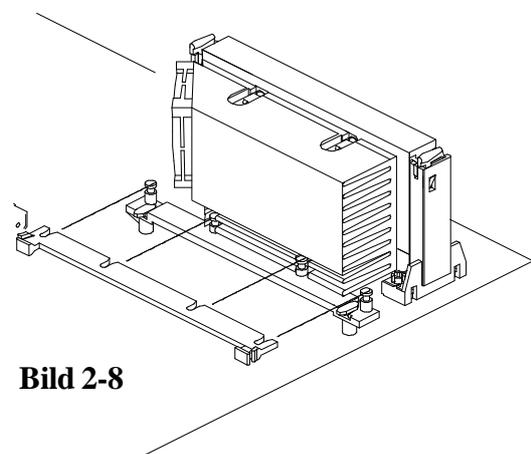

Bild 2-8
4. Drücken Sie die Pentium II CPU fest in den Ständer des Halterungs-Mechanismus hinein (siehe auch Kapitel "Installation des Pentium II Prozessors). Schieben Sie dann das Oberteil des Kühlkörperhalters, wie in Bild 2-8 gezeigt, auf das Basisteil bis es einrastet. Dabei wird es durch einen Spalt des Kühlkörper geführt, so daß dieser fixiert wird.